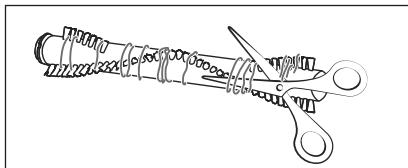

Fig. 31
- 4) Tagliare i fili e i capelli nelle setole del rullo a spazzola ②1 utilizzando delle forbici (vedere fig. 31). Rimuovere fili e capelli dal rullo a spazzola ②1.